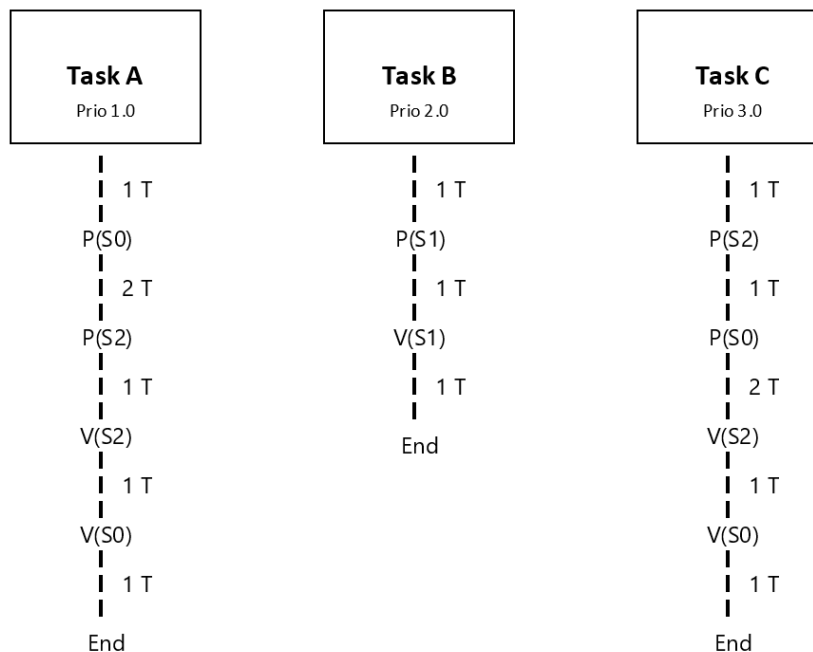
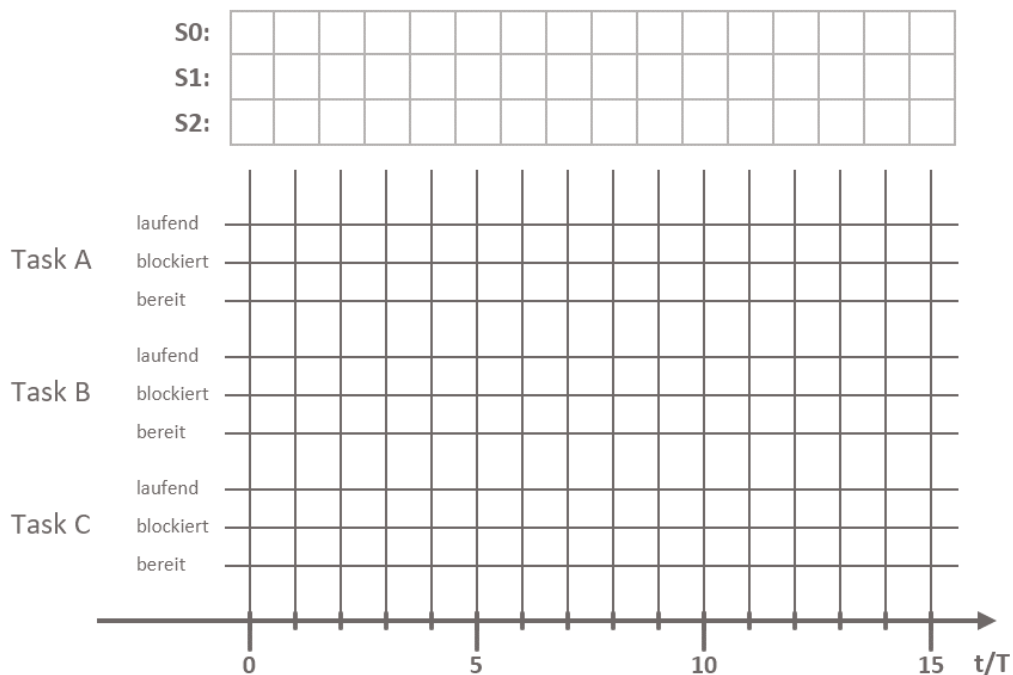
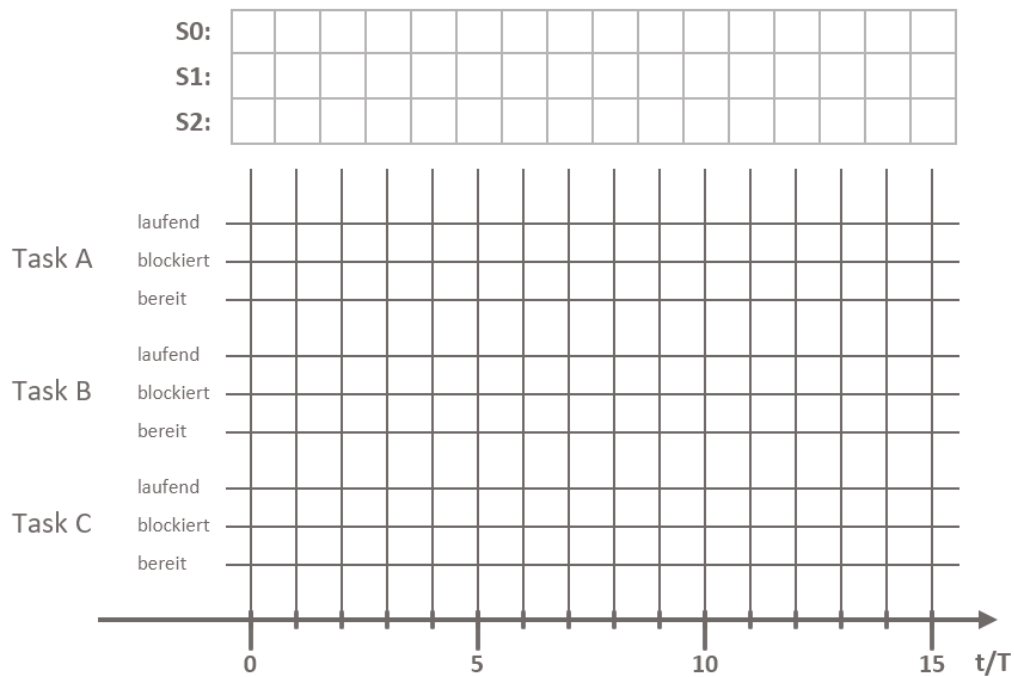
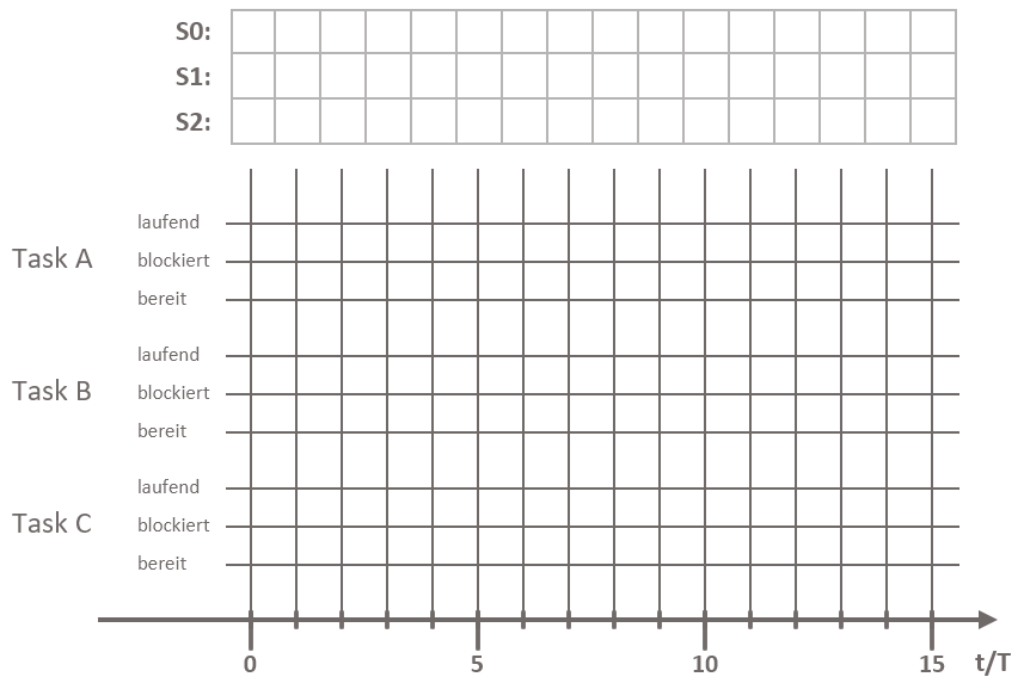

Abbildung 3: Struktur des Tasksets
Abbildung 5: Ist-Ablauf der Tasks A, B und C
Abbildung 6: Ist-Ablauf der Tasks A, B und C (Priority Inheritance)
Abbildung 7: Ist-Ablauf der Tasks A, B und C (Priority Ceiling)
Gegeben sei der Ablauf dreier Tasks A, B und C gemäß Abbildung 3. Das ausführende System verfügt über einen Rechenkern. Zu Beginn haben alle Semaphore S0, S1 und S2 den Wert 1. Ferner hat Task C die niedrigste Priorität und Task A die höchste.
Ermitteln Sie das zeitliche Ist-Verhalten der Tasks im Bereich $0 \leq t < 15 T$ bei einer Beauftragung gemäß Abbildung 3 und Tabelle 2. Zeichnen Sie Ihre Lösung in Abbildung 5 ein. Nennen Sie auch den Wert der einzelnen Semaphore für das Ende jeden Zeitschritts und nutzen Sie dafür die über dem Diagramm abgedruckten Kästchen.
Ermitteln Sie das zeitliche Ist-Verhalten der Tasks im Bereich $0 \leq t < 15 T$ bei einer Beauftragung gemäß Abbildung 3 und Tabelle 2 unter Anwendung des Priority Inheritance Protocols. Zeichnen Sie Ihre Lösung in Abbildung 6 ein. Nennen Sie auch den Wert der einzelnen Semaphore für das Ende jeden Zeitschritts und nutzen Sie dafür die über dem Diagramm abgedruckten Kästchen.
a) Geben Sie in Tabelle 3 die Prioritätsüberschranken der Semaphore S0, S1 und S2 bei einer Beauftragung gemäß Abbildung 3 und Tabelle 2 an.
b) Ermitteln Sie das zeitliche Ist-Verhalten der Tasks im Bereich $0 \leq t < 15 T$ bei einer Beauftragung gemäß Abbildung 3 und Tabelle 2 unter Anwendung des Priority Ceiling Protocols. Zeichnen Sie Ihre Lösung in Abbildung 7 ein. Nennen Sie auch den Wert der einzelnen Semaphore für das Ende jeden Zeitschritts und nutzen Sie dafür die über dem Diagramm abgedruckten Kästchen.